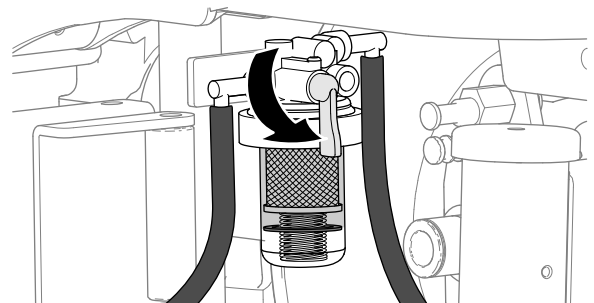

Figura 70
2. Gire la válvula de cierre del combustible del separador de agua/combustible a la posición de CERRADA (Figura 70).